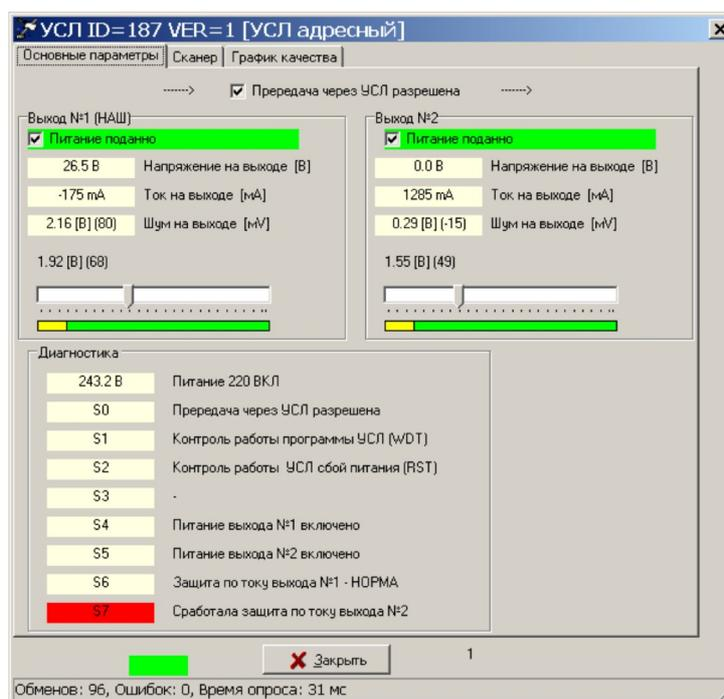

Рисунок 24
- 3) Выбрать пункт меню «Тесты датчиков» и «Измерение напряжений» и проверить отображение значений напряжений в первом канале U_1 , во втором канале U_2 и на выходе сетевого трансформатора U_{tr} . Напряжение U_{tr} должно быть $48\text{ В} \pm 20\%$. Допускается контролировать напряжение при помощи ПО RASOS: «Напряжение на выходе» (рисунок 24).
- 3) Выбрать пункт меню «Тесты датчиков» и «Измерение напряжений» и проверить отображение значения тока во втором канале I_2 , которое должно быть 0 ± 20 мА. Допускается контролировать ток при помощи ПО RASOS: «Ток на выходе» (рисунок 24).
- 3) Подключить нагрузочный резистор $20 \text{ Ом} \pm 10\%$ к выходу канала 2 блока УСЛ-АС и проверить отображение значения тока во втором канале «Ток на выходе», которое должно быть 1260 ± 20 мА, проверить при помощи вольтметра отключение напряжения во втором канале, появление сообщения красного цвета «Сработала защита по току выхода №2» (рисунок 24).